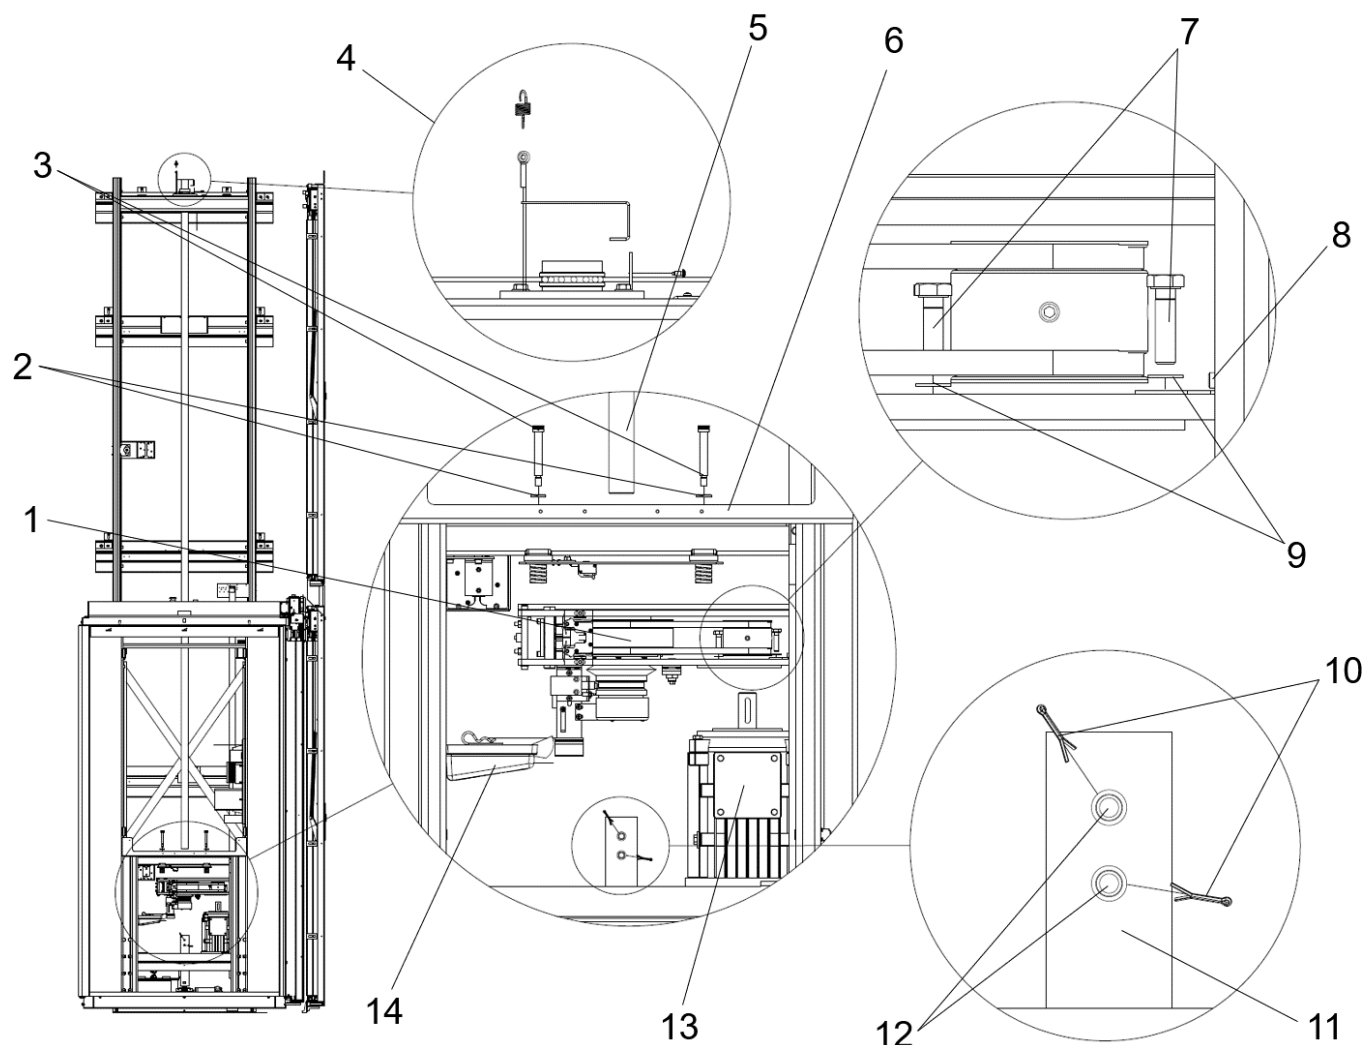

Fig. 25 Demontering av drivenheten
2. Lossa skruvarna (7) som håller motorn (13) så att remspänningsskruven (8) kan avlägsnas, se Fig. 25.
4. Skruva ur skruvarna och brickorna (9) som håller motorn.
6. Avlägsna ändlägesbrytaren (4) vid toppen av drivskruven (5).
7. Avlägsna clevisstiften (12) och saxpinnarna (10) som håller drivskruven i nödsänkingsröret (11).
9. Skruva ur bultarna (3) och brickorna (2) som håller fast drivenheten på hissryggen (6).